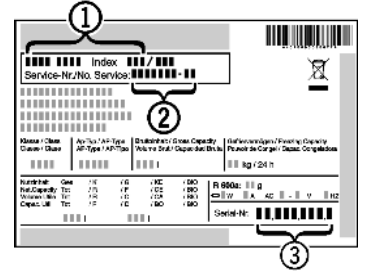

Fig. 33
- ▶ Odczytać z tabliczki znamionowej oznaczenie urządzenia Fig. 33 (1), nr serwisowy Fig. 33 (2) oraz numer seryjny Fig. 33 (3). Tabliczka znamionowa znajduje się po lewej stronie wewnątrz urządzenia.